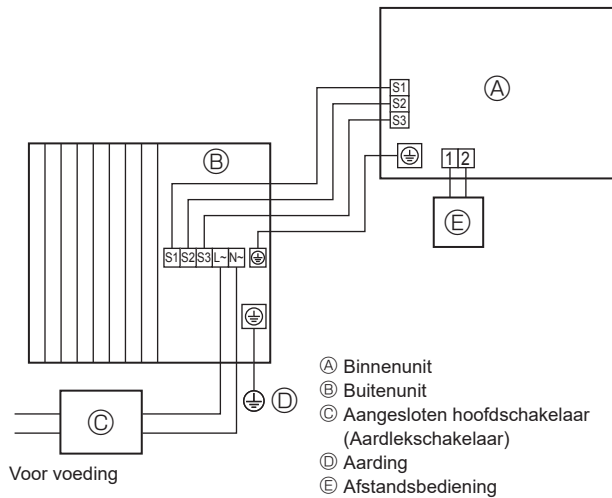
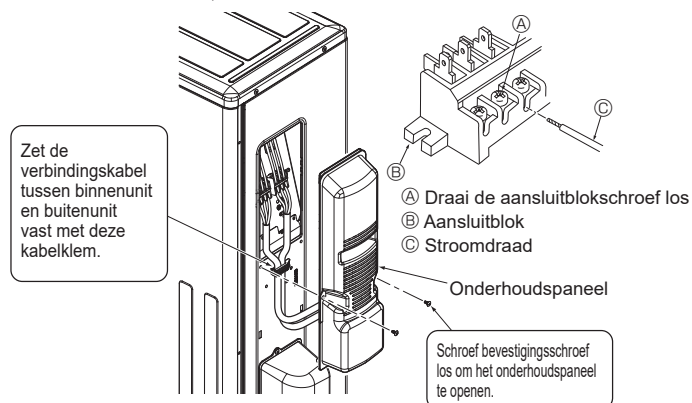

Fig. 6-1
Fig. 6-3
6.1. Buitenunit (Fig. 6-1, Fig. 6-2, Fig. 6-3)
- ① Verwijder het onderhoudspaneel.
- ② Sluit de kabels aan volgens Fig.6-1, Fig.6-2 en Fig. 6-3.